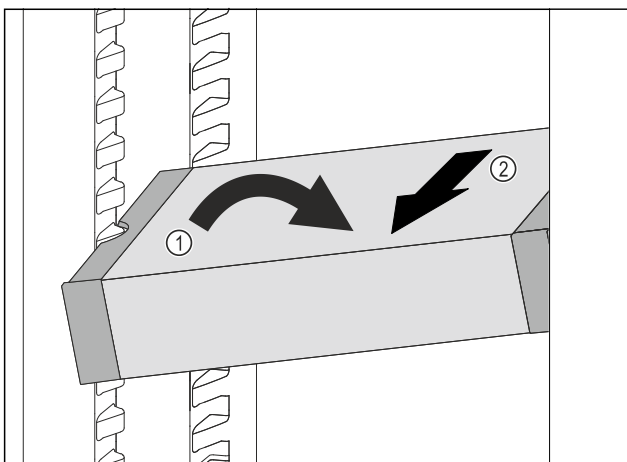

Fig. 132
- ▶ VarioSafe in het koelgedeelte schuin zetten. Fig. 132 (1)
- ▶ VarioSafe naar voren toe verwijderen. Fig. 132 (2)